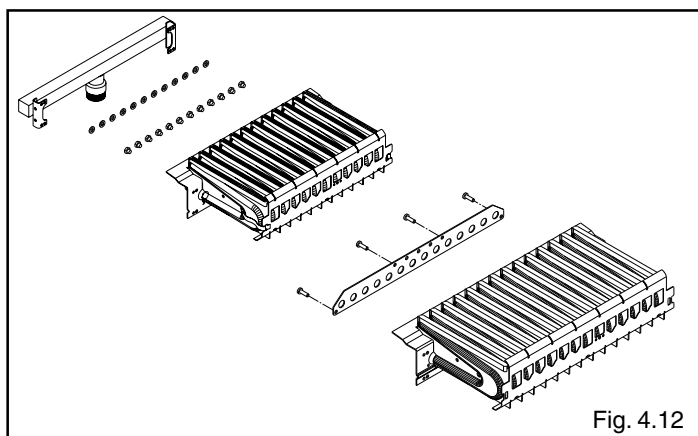

Fig. 4.12
- per trasformazione da GPL a gas metano togliere, se presente, la flangia posteriore dal bruciatore (fig. 4.12)